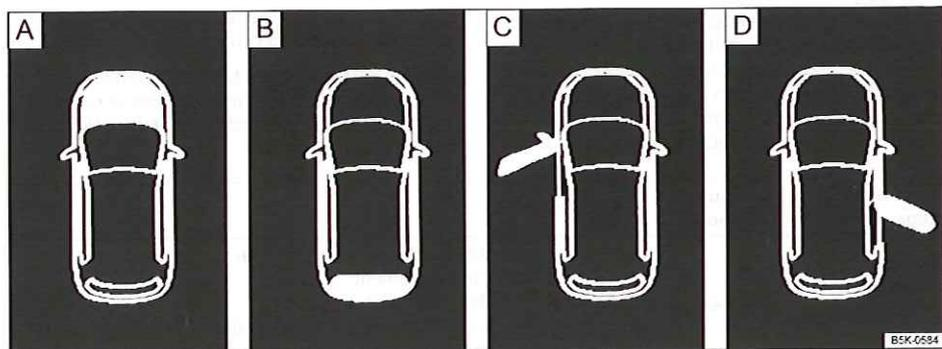

Fig. 13 A : capot-moteur ouvert, B : hayon ouvert, C : porte avant gauche ouverte, D : porte arrière droite ouverte.
- Portes, capot-moteur et hayon ouverts  fig. 13